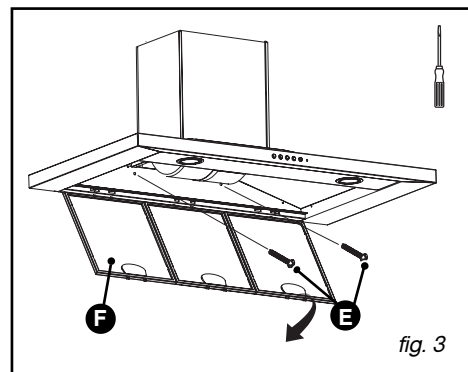

fig. 3
– Retirez les filtres cassettes (F/fig. 3).
– Vissez les deux vis du bas (E/fig. 3).
– Dans le cas d'une gaine diamètre 125 mm, utilisez l'adaptateur fourni (fig. 3).